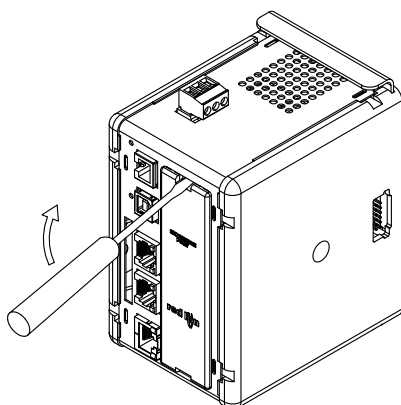

Abbildung 1.
2. Führen Sie einen Schlitzschraubenzieher in den Schlitz auf der Oberseite der Erweiterungsschnittstellenabdeckung. Üben Sie sanft Druck auf den Schraubenzieher in einer aufwärts gerichteten Richtung aus, bis die Erweiterungsschnittstellenabdeckung sich von der Einheit wie in Abbildung 1 gezeigt löst.